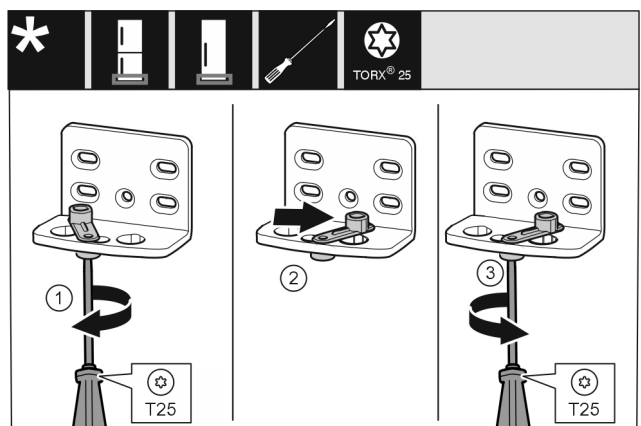

Fig. 11
- ▶ Открутите винт отверткой T25. Fig. 11 (1)
- ▶ Приподнимите фиксатор двери и поверните в отверстии на 90° направо. Fig. 11 (2)
- ▶ Затяните винт отверткой T25. Fig. 11 (3)